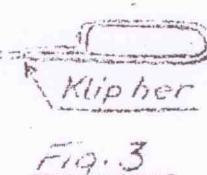

Fig. 3
- 8) Tændingskabel Nr. 10930 paaspændes Kamakselhuset med 2 Skruer Nr. 5508. Mellem Bøjler og Kamakselhus lægges 2 Fiberskiver Nr. 10929. Tændingskabel Nr. 7784 kan benyttes, naar den lange Flig paa Bøjlerne klippes af (se Fig.3), og der paamonteres Kablet 4 Gummihætter Nr. 10945.